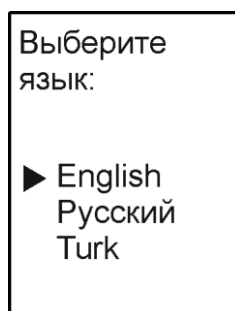

Рисунок 14 — Выбор языка
- кнопками (↑, ↓) установить желаемый язык (рисунок 14);
- нажать (←) для подтверждения выбора, (X) — для отмены.